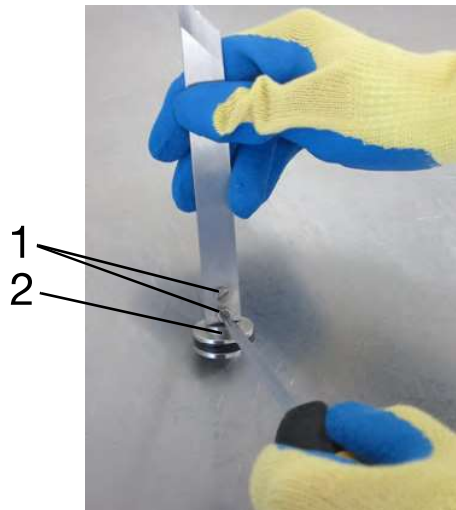
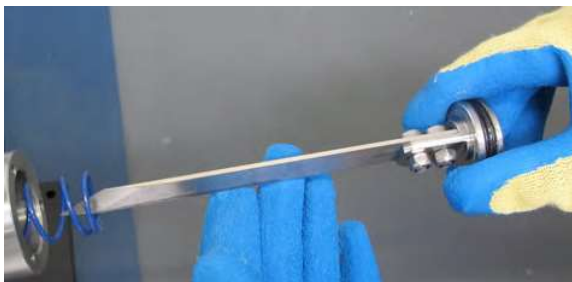
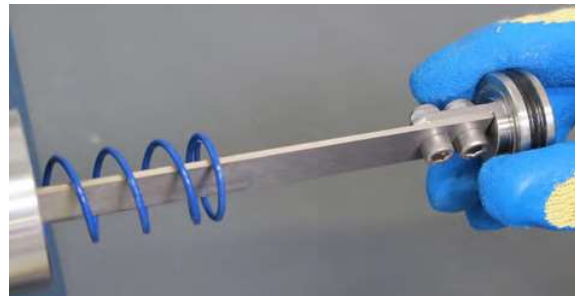

Bild 7-9 1 Schrauben
Bild 7-10 Korrekter Sitz des Messers bei rechter Ausführung der Maschine
Bild 7-11 Korrekter Sitz des Messers bei linker Ausführung der Maschine
- Die Schrauben (1) am Kolben (2) abschrauben (Bild 7-9).
- Messer austauschen und das neue Messer mit den Schrauben (1) am Kolben (2) befestigen (Bild 7-9). Das Messer muss passend zur linken oder rechten Ausführung der Maschine am Kolben befestigt werden, siehe Bild 7-10 und Bild 7-11.